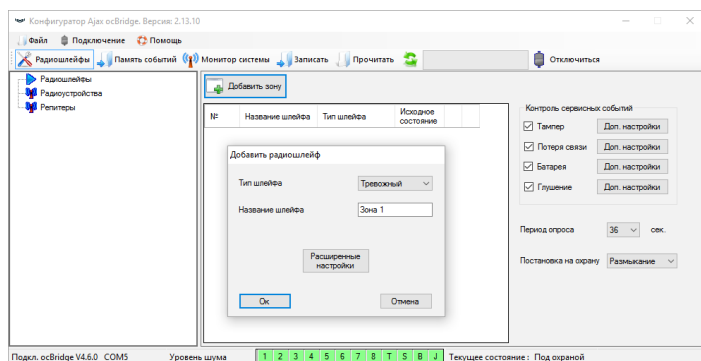

РИС. 3. Добавление зоны
4.2. Каждый подключаемый к ocBridge датчик (устройство) необходимо зарегистрировать, используя программу «Конфигуратор Ajax ocBridge». Для регистрации датчиков нужно создать в конфигураторе зону(ы), если они не были созданы ранее. Для создания зоны надо выбрать курсором пункт «Радиослейфы» и нажать кнопку «Добавить» (РИС. 3).